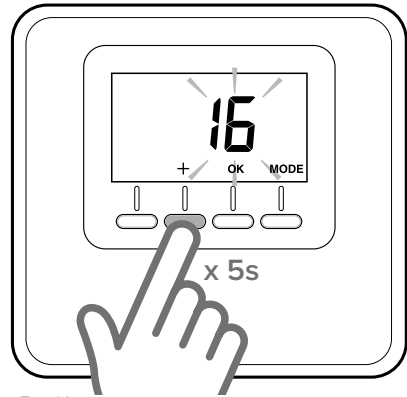

Fig. 14
- Appuyer 5 secondes sur la touche « + » sur le capteur d'ambiance (Fig. 14). L'écran indique, en alternance, la version du logiciel et l'indice de modification.